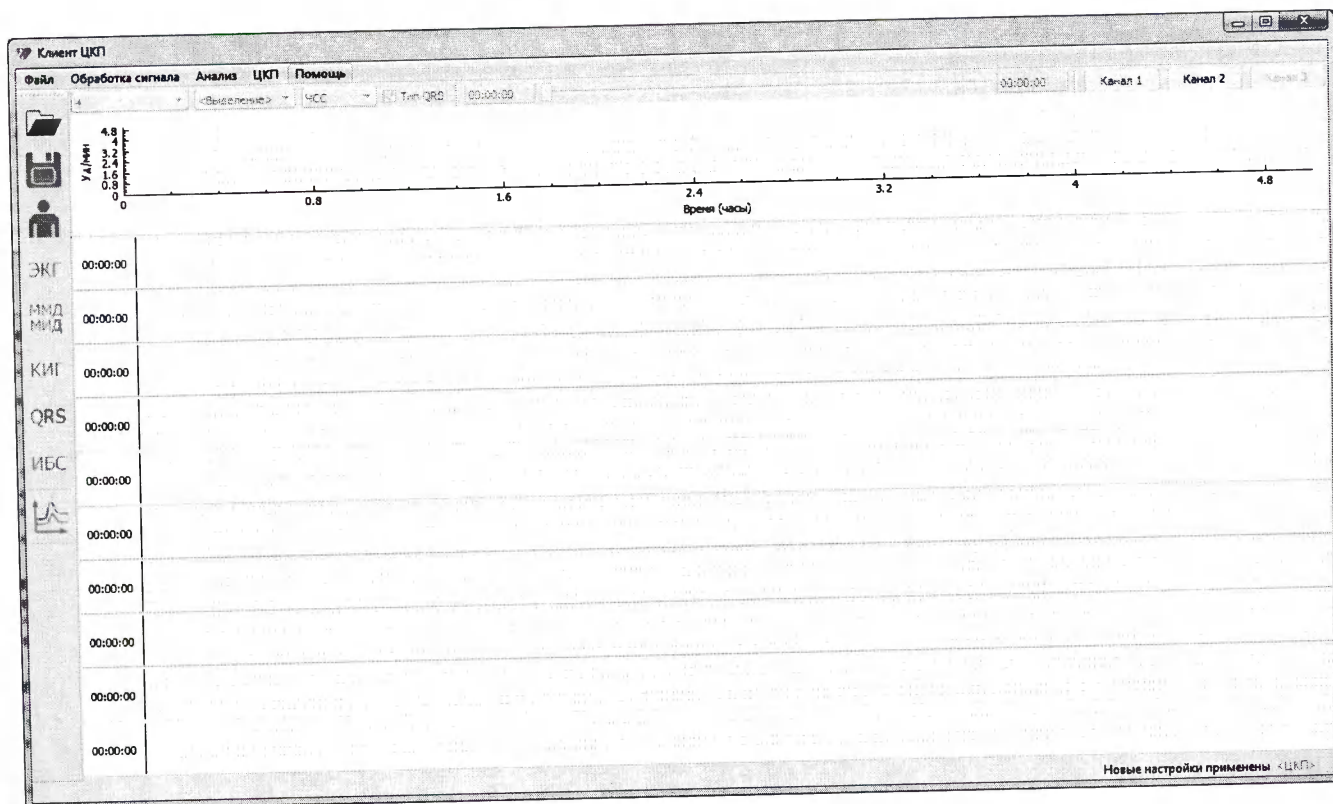

Рисунок 47 - Главное окно программы
2.6.1.3 В главном окне программы (рисунок 47) нажать «Файл → Открыть» и выбрать файл записи ЭКГ с расширением «.esg». После открытия файла в рабочей области окна программы отобразится два канала ЭКГ, как показано на рисунке 48.